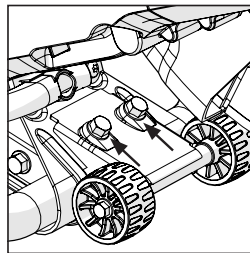

FIG. 10
- Utilice los pernos incluidos del chasis para asegurar el carro a la máquina. **(Fig. 10)**